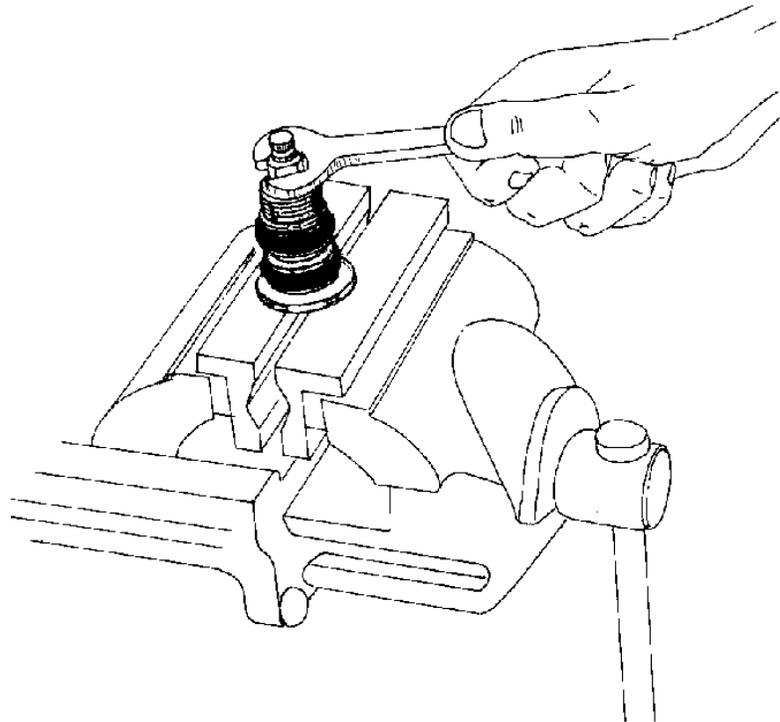

FIG. 2
10. Desmonte, con una llave fija de 6 mm, el casquillo del pulsador de descarga (4) (FIG. 2).